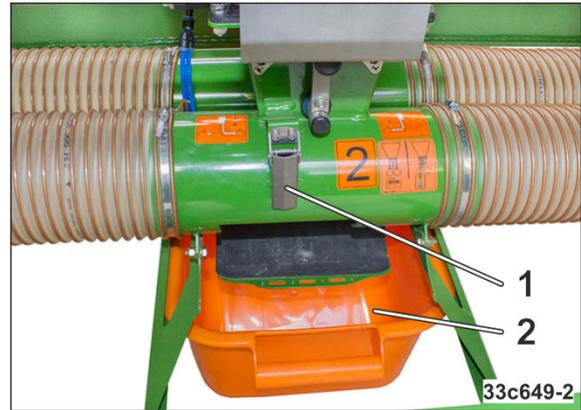

Fig. 240
3. Détacher les deux crochets (Fig. 240/1) et ouvrir les trappes sur les deux tubes de transport
- La semence tombe dans l'auge d'étalonnage (Fig. 240/2).